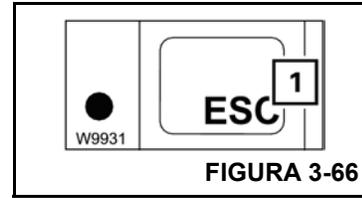

FIGURA 3-66
Pressione uma vez o botão **Esc** (1) (Figura 3-66). Será aberto o mesmo menu que estava aberto antes do submenu de erros abrir.